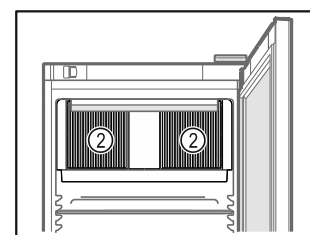

Fig. 72
- ❑ Ventilatiesleuf Fig. 72 (2) van de ventilator in de binnenruimte vrijhouden.